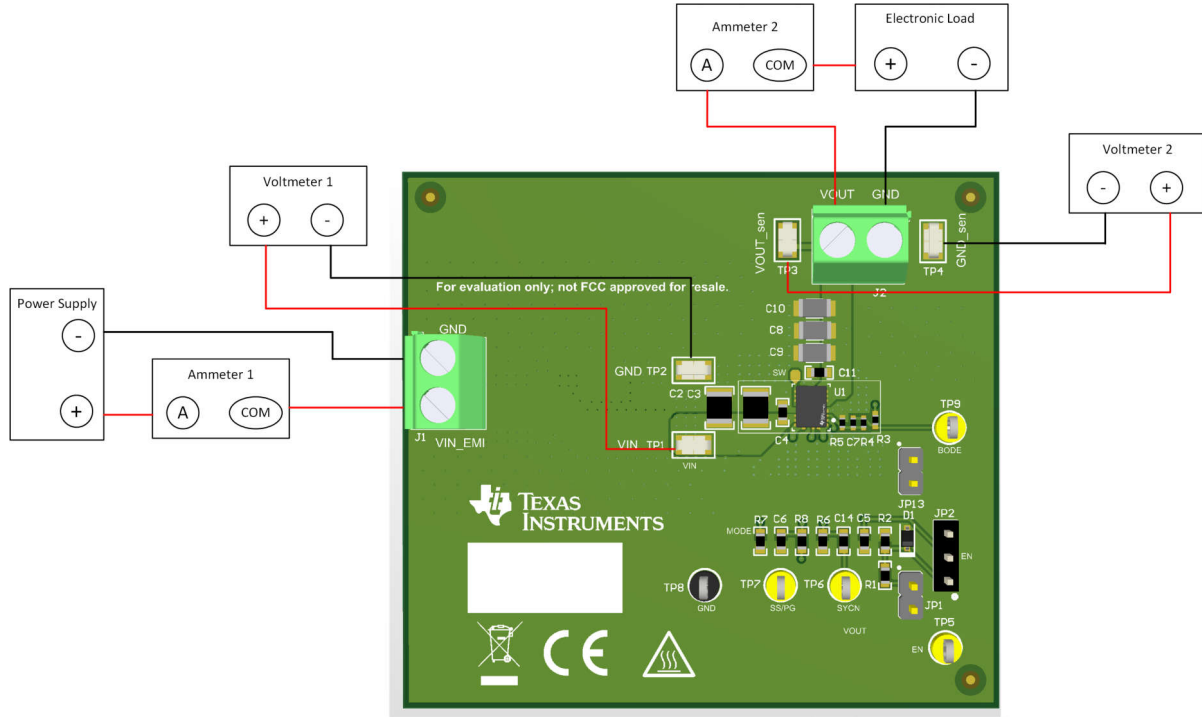

图 2-1. EVM 测试设置
参考表 2-1 所述的 EVM 连接，建议用于评估 TPSM843521 的测试装置如图 2-1 所示。在提供 ESD 保护的工作站上工作时，请确保在处理 EVM 之前已连接所有腕带、靴带或垫子以使用户接地。
1. 在连接直流输入源之前，将输入电源的电流限值设置为最大 0.1A。确保输入源最初设置为 0V 并连接到 J1 的 VIN_EMI 和 GND，如图 2-1 所示。